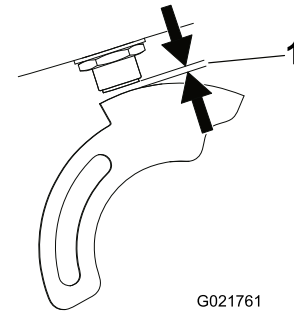

Figura 15
- Usando las contratuercas, ajuste el interruptor de proximidad hacia arriba o hacia abajo hasta que la distancia entre el émbolo del interruptor y la placa del sensor sea de 3,8 a 4,3 mm (Figura 15). Apriete las contratuercas a 20 Nm cuando la distancia sea correcta.